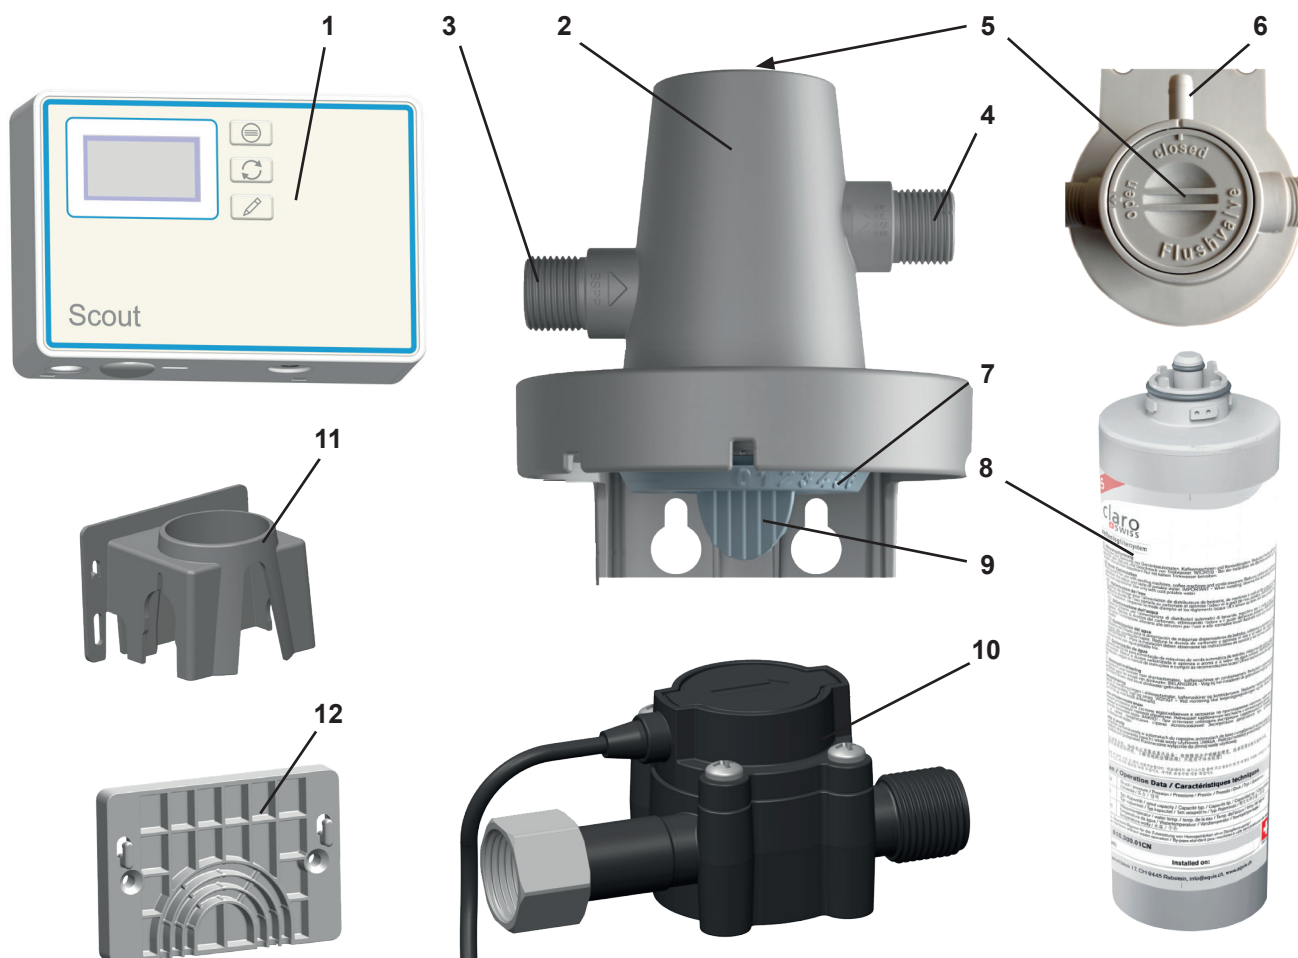

Fig. 1
- 1 POWER steamer water softener Flussometro (Pos. 1, 10, 11, 12, Fig. 1)
⇒ Avvitare l'adattatore 3/4" - 3/8" sul collegamento dell'unità sensore (10, Fig. 1)